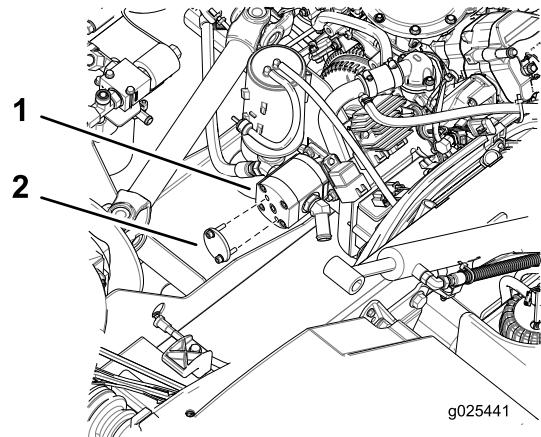

Figura 6
1. Pulite accuratamente attorno al tappo terminale della pompa idraulica per impedire la contaminazione della pompa (Figura 6).
2. Rimuovete i 2 bulloni che fissano il tappo terminale della pompa idraulica (Figura 6). Togliete il tappo terminale.